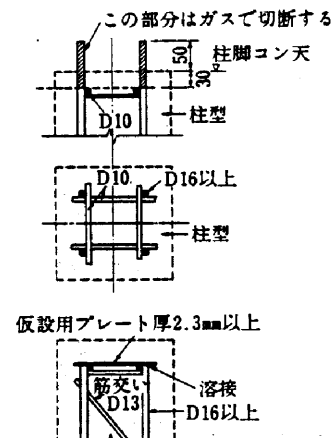

Fig.4
④柱脚コンクリート天端より-3 cmの位置で鉄筋 (D10) を井桁に組むように溶接する。溶接後、残り上部の垂直鉄筋をガス切断する。その上に、ベアプレートとほぼ同寸法の仮設用プレート (厚さ2.3mm以上) を、なるべく水平に溶接する。更に、垂直鉄筋を補強するため、地中梁筋等につつからないよう筋交い (D13) を入れる。(Fig.4)